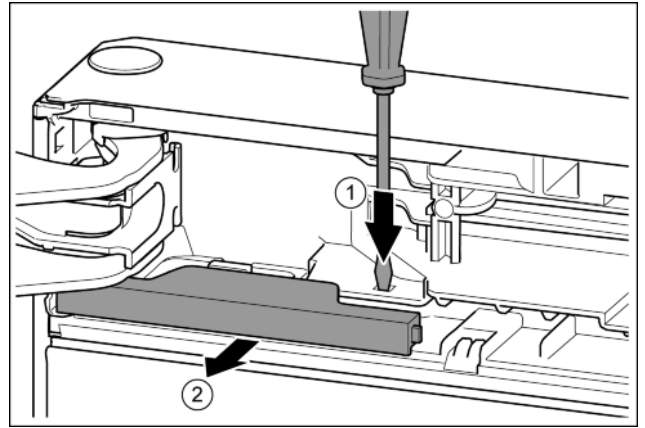

Fig. 8
- Nyomja a fedőlemezt csavarhúzóval. Fig. 8 (1)
- Húzza ki a fedelet a reteszelésből. Fig. 8 (2)